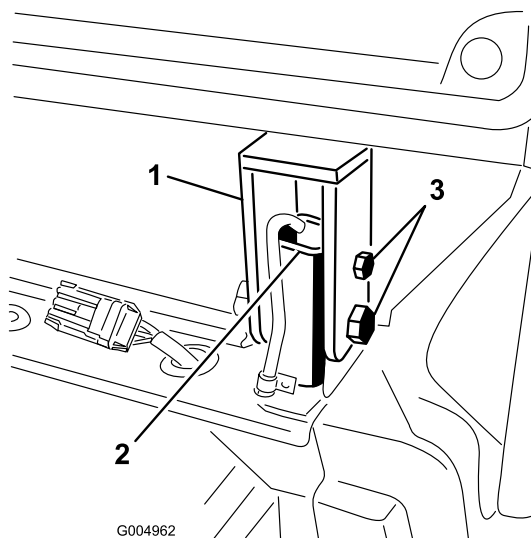

Figura 81
32. Togliete i bulloni e i dadi che fissano i supporti di montaggio posteriori della cabina ai montanti del ROPS (Figura 81).